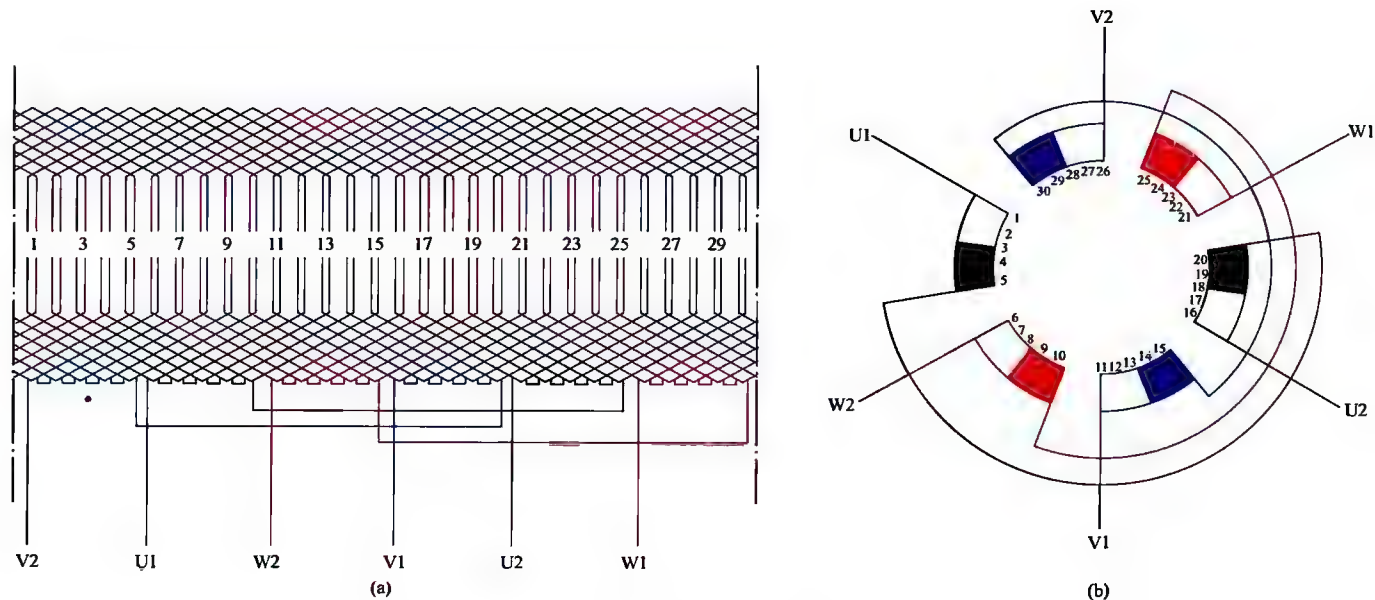

图 1-10 三相 2 极 30 槽双层叠绕组 1 路接法
10. 三相 2 极 30 槽双层叠绕组 1 路接法展开图与接线圆图（见图 1-10）